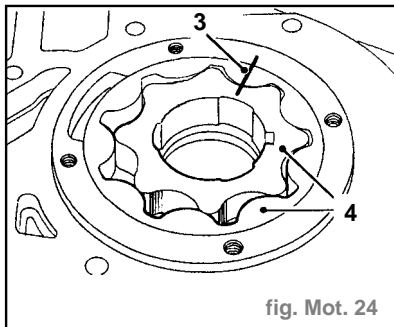

fig. Mot. 24
- Utiliser une pointe feutre pour tracer des repères (3) d'alignement entre les rotors intérieur et extérieur et le corps de pompe (fig. Mot. 24).